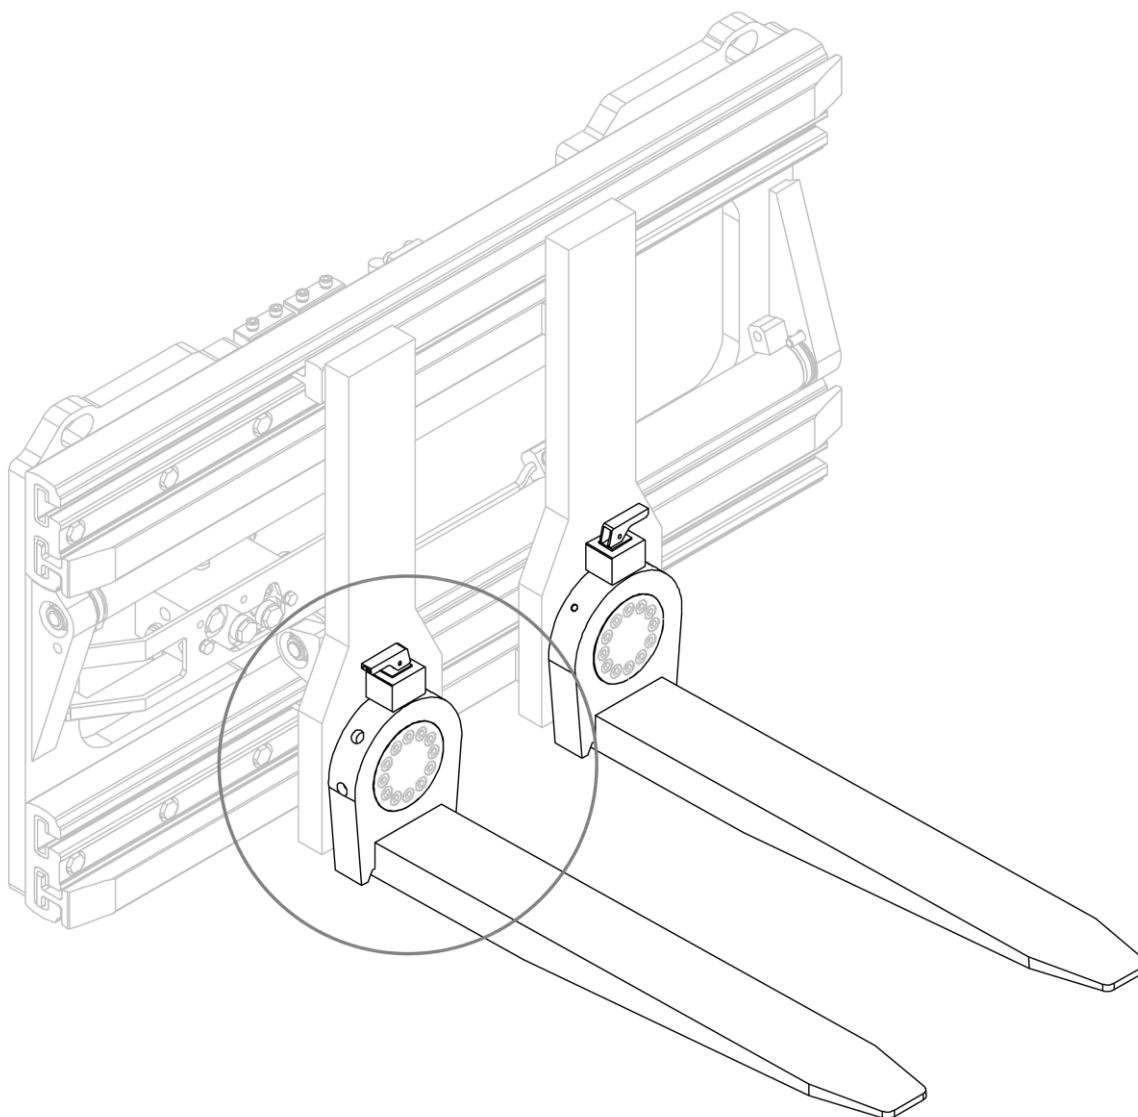
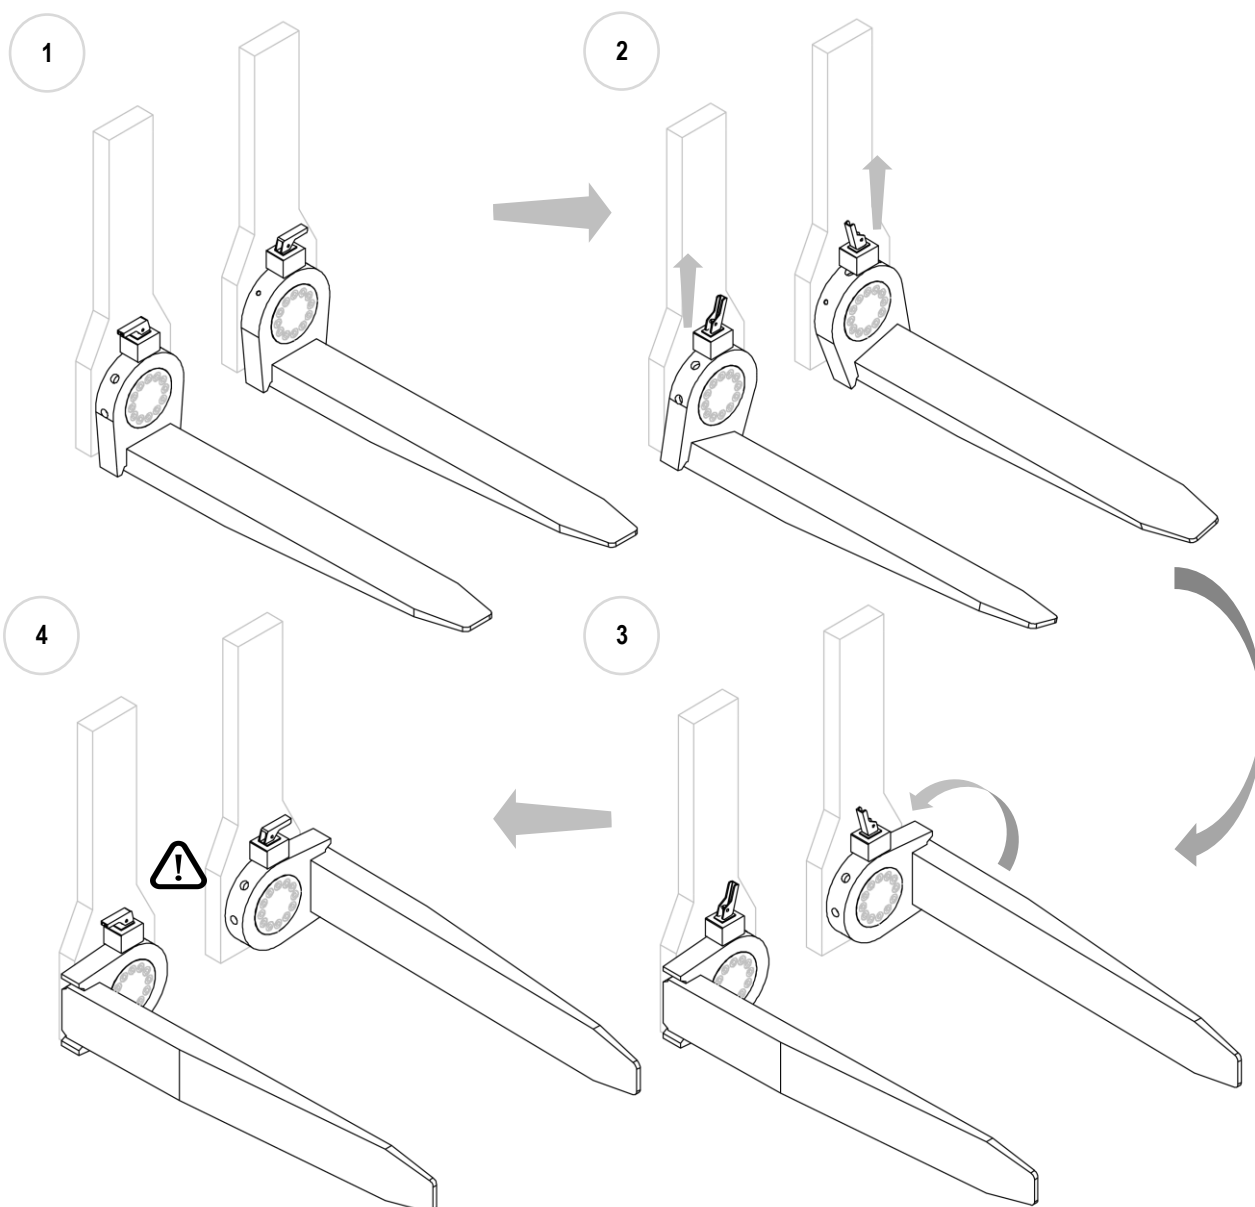

Figura 15
Figura 16
2. Mirar la *Figura 15* y la *Figura 16*.